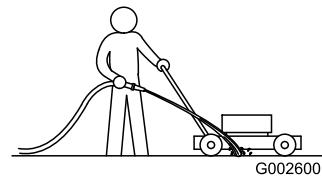

Figura 54
2. Con el motor en marcha y la cuchilla engranada, dirija un chorro de agua por delante de la rueda trasera **derecha** (Figura 54).